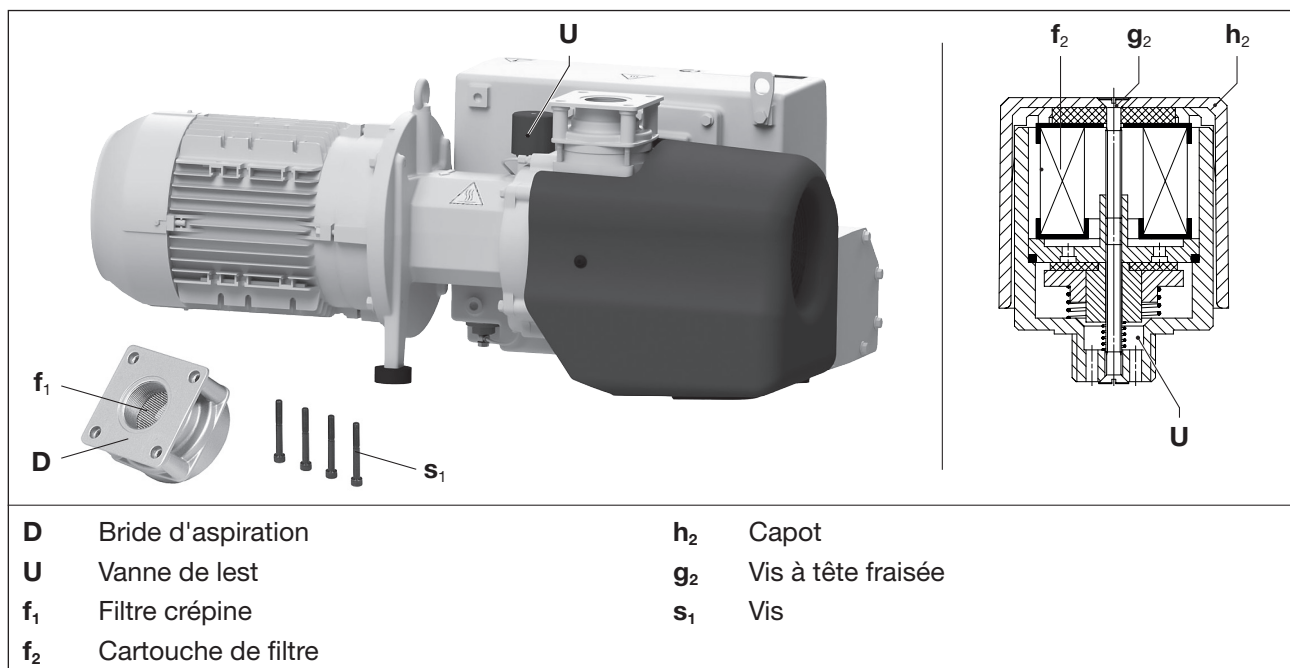

Fig. 6 Filtre crépine et vanne de lest
Le filtre crépine (Fig. 6/f₁) doit être nettoyé plus ou moins souvent, selon le degré d'impureté de la substance aspirée, par lavage ou par soufflage, voire être remplacée.
- Retirez la bride d'aspiration (Fig. 6/D) après avoir desserré les vis (Fig. 6/s₁).
- Nettoyez le filtre crépine (Fig. 6/f₁).
- Mettez en place la bride d'aspiration (Fig. 6/D) et fixez-la à l'aide des vis (Fig. 6/s₁). Couple de serrage : 25 Nm
Les pompes fonctionnent avec une vanne de lest (Fig. 6/U). Il faut nettoyer la cartouche de filtre intégrée (Fig. 6/f₂) plus ou moins souvent selon de degré de contamination de la substance qui le traverse.
- Desserrez la vis à tête fraisée (Fig. 6/g₂) et retirez le capot en plastique (Fig. 6/h₂) pour extraire les éléments du filtre et les nettoyer.
- Nettoyez la cartouche de filtre (Fig. 6/f₂) par soufflage ou remplacez-la.
- Introduisez la cartouche de filtre (Fig. 6/f₂) dans la vanne, mettez en place le capot en plastique (Fig. 6/h₂) et fixez-le à l'aide de la vis à tête fraisée (Fig. 6/g₂). Serrez la vis à la main.